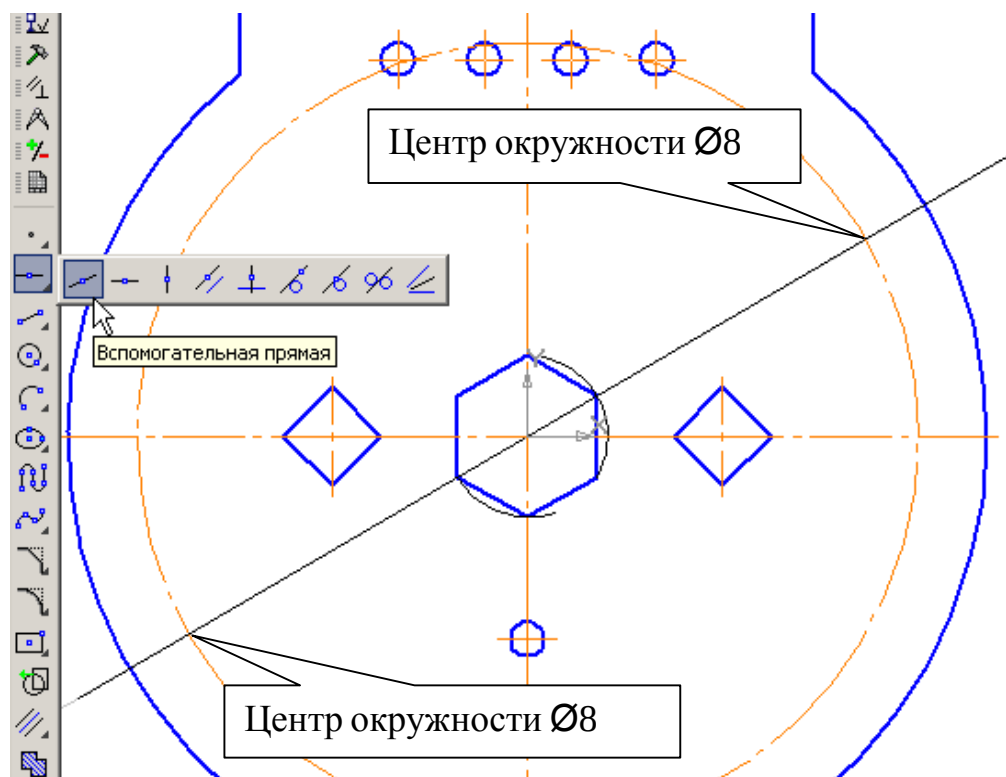

Рис. 2
1. Для построения шести окружностей Ø8, расположенных на окружности Ø136, постройте окружность без центровых линий осевой линией радиусом 68 мм с центром в начале координат. Нажмите кнопку **Вспомогательная прямая**  на панели **Геометрия** , рис. 2.
В строке параметров проставьте угол 30° и укажите курсором начало координат, рис. 2.
Сделайте активной команду **Окружность**  на панели **Геометрия** . В строке параметров введите значение радиуса «4», стиль кривой – основная, без центровых линий. На панели специального управления нажмите кнопку **Запомнить состояние**  и укажите центры двух окружностей, расположенных на пересечении вспомогательной прямой и окружности Ø136, рис. 2. Удалите вспомогательную прямую (**Редактор – Удалить – Вспомогательные кривые и точки**).